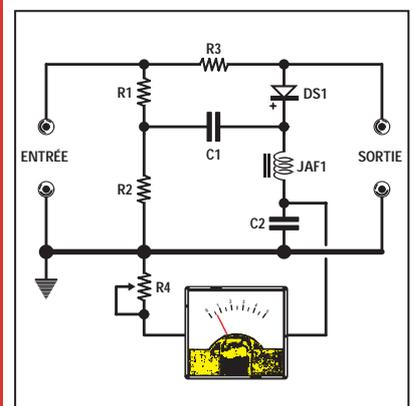

Figure 3 : Schéma électrique d'un pont classique dont nous déconseillons l'utilisation car il présente de nombreux inconvénients (lire le texte).
**P**our mesurer l'impédance d'une antenne, il est souvent proposé l'utilisation d'un pont résistif construit suivant le schéma de la figure 3. Ce type de montage présente pourtant de nombreux inconvénients.
Figure 4 : Comme vous pouvez le comprendre à partir de ce schéma électrique, un pont capable de mesurer l'impédance d'une antenne est légèrement plus complexe que le pont dont le schéma est donné en figure 3. Le signal HF est redressé par la diode DS1 puis amplifié par le circuit intégré IC1. Sur l'entrée de ce pont, il n'est pas question d'injecter le signal, trop puissant, d'un émetteur mais le signal provenant d'un générateur HF.